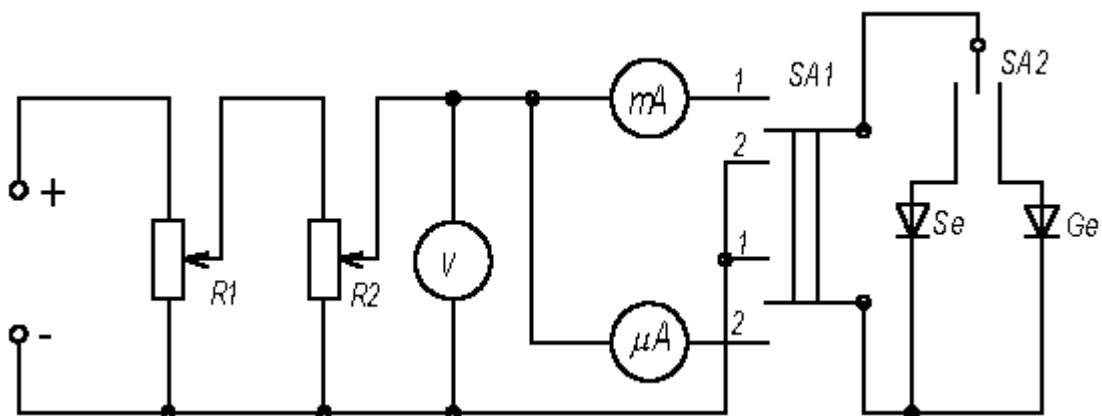

Рисунок 5
Схема установки для снятия вольтамперных характеристик изображена на рис. 5. Напряжение от источника постоянного тока через делители напряжения $R1$ и $R2$ поступает на исследуемый диод. В зависимости от положения переключателя $SA2$ оно подается либо на германиевый, либо на селеновый диод. Переключателем $SA1$ изменяют направление тока, текущего через диод. Прямой ток измеряют миллиамперметром, обратный – микроамперметром.
1. Ознакомиться со схемой установки (рис. 5). Перед подключением источника постоянного тока оба потенциометра должны быть полностью введены.